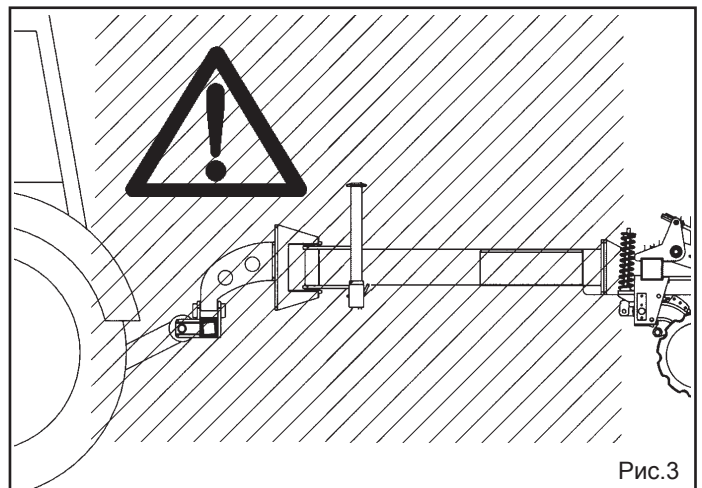

Рис.3
- 5) Категорически запрещается становиться между трактором и прицепом, чтобы использовать управление извне для подъёма (Рис.3)
- 6) Категорически запрещено во время работы двигателя и кардана находиться в месте сцепления трактора и оборудования (Рис.3). Можно находиться только после установки стояночного тормоза и установки под колёса стопоров нужных размеров.